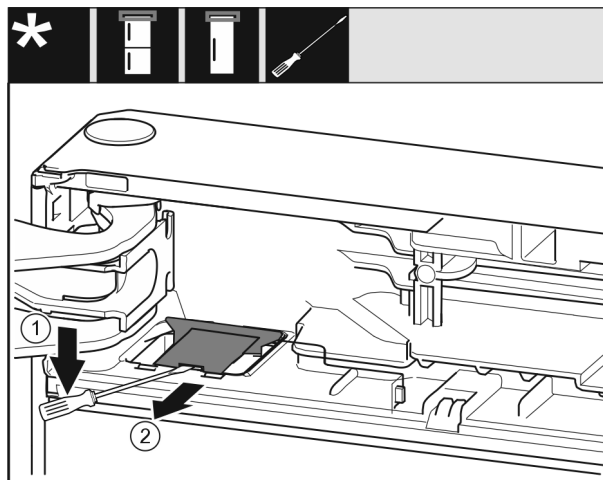

Fig. 7
- Disinnestare il coperchio con un cacciavite a testa a intaglio e sollevarlo. Fig. 7 (1)
- Estrarre la copertura. Fig. 7 (2)